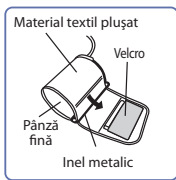

Fig. 2
2. Manșonul este fixat în mod corect atunci când banda de tip velcro este de partea exterioară a manșonului, iar inelul metallic nu intră în contact cu pielea (Fig. 2).